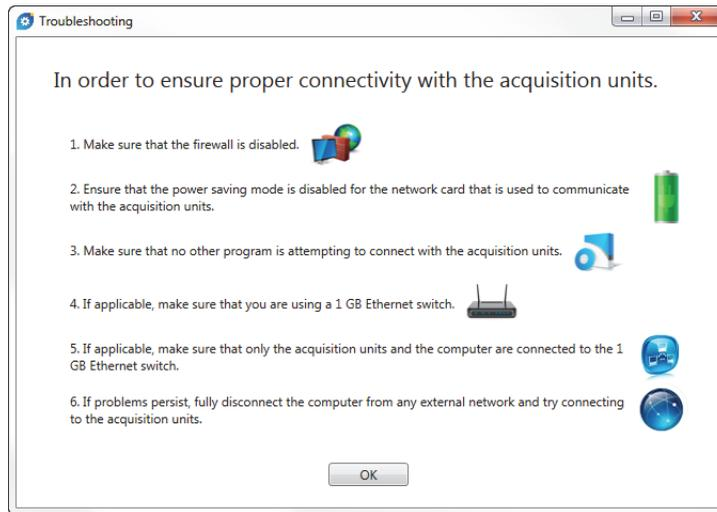

Figura 1-21 Caixa de diálogo de solução de problemas
- ◆ Clique em **Solução de problemas** para ver uma lista das possíveis causas dos problemas de conexão e siga as instruções fornecidas (Figura 1-21 na página 41).